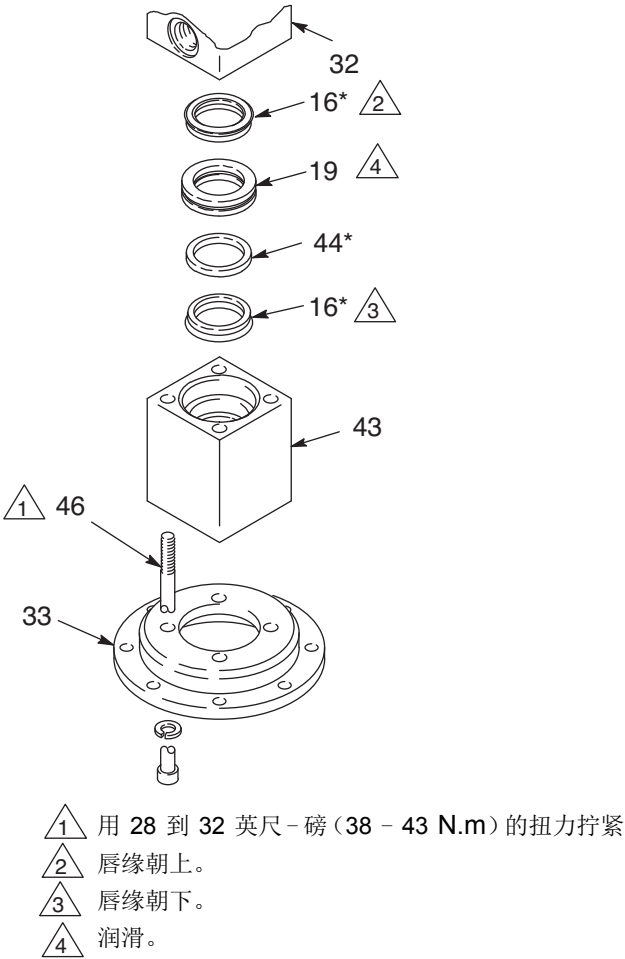

图 5
有关以下说明，请参见图 5。
- 5. 润滑导板（19）并在适配器（43）中安装密封件和导板，按照图 5 中的顺序一次安装一个。